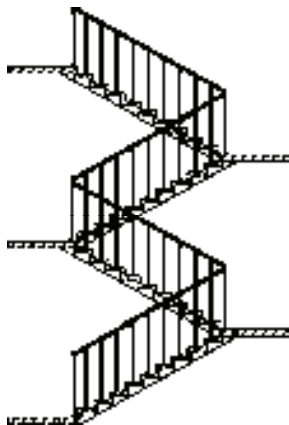

图 12-68 扶手连接
4) 重复上述操作，继续执行扶手接头操作，操作结果如图 12-68 所示。